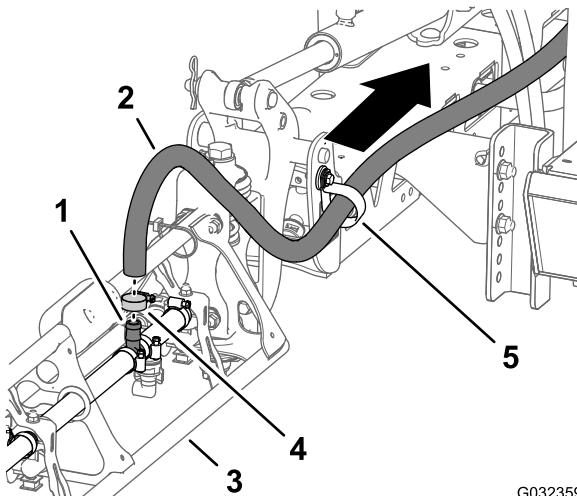

Figura 37
1. Nella sezione della barra esterna, rimuovete la fascetta stringitubo che fissa il flessibile di alimentazione per la sezione delle barre al raccordo a T dentellato (Figura 37).
2. Rimuovete il flessibile dal raccordo a T (Figura 37).
3. Rimuovete l'estremità libera del flessibile dal serratubi a R (Figura 37).